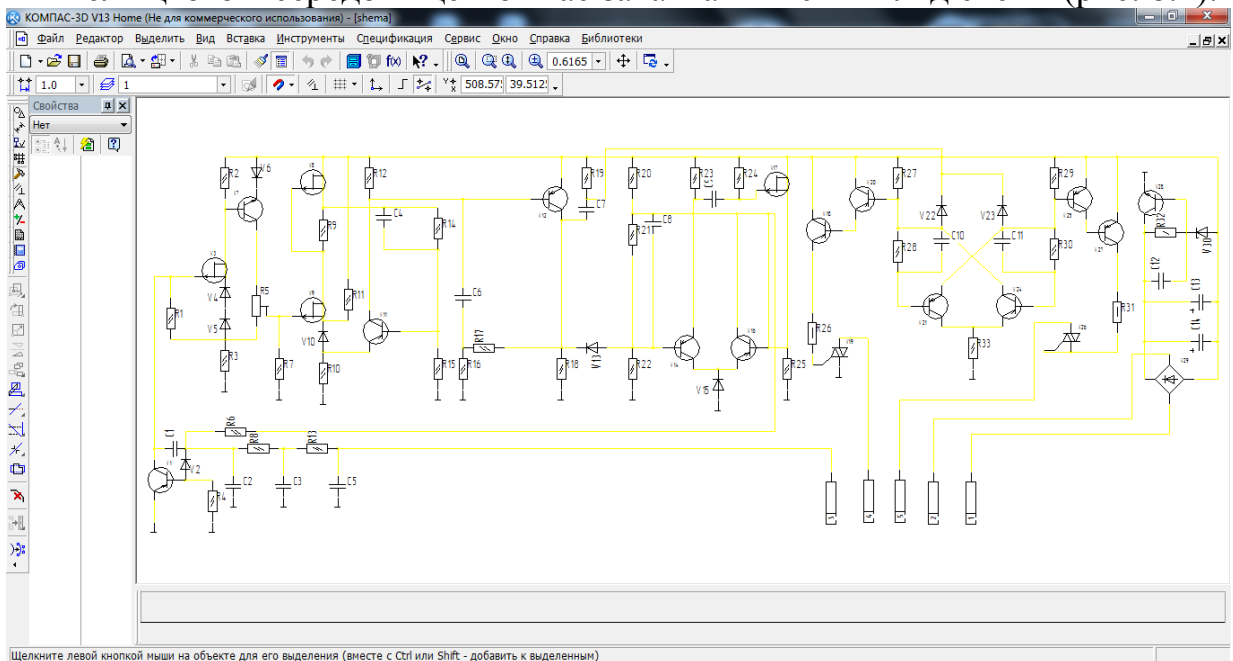
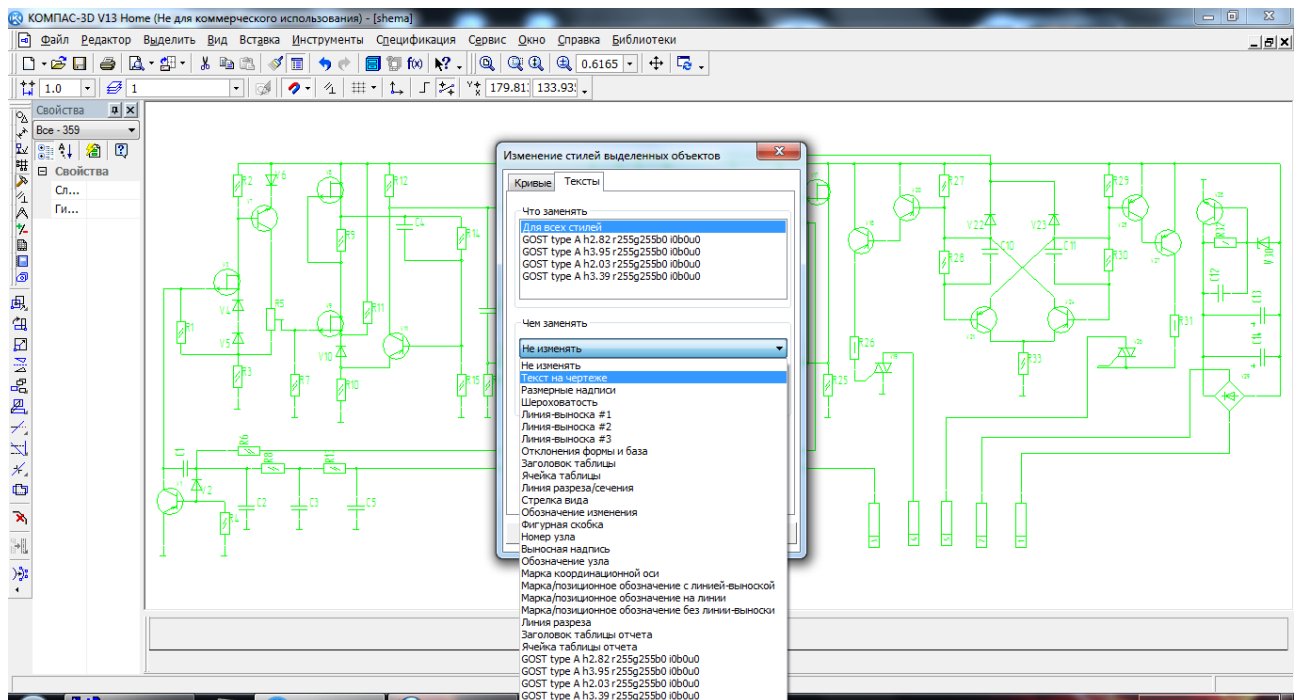

Рисунок 8.4. Вигляд завантаженої в середовище Компас схеми електричної принципової
Рисунок 8.6. Зміна стилів текстів
Після цього в середовище Компас завантажиться вигляд схеми (рис. 8.4).
В опції Тексты необхідно вибрати стиль «Текст на чертеже» (рис. 8.6).
4. Налаштувати вигляд схеми (див. рис. 8.4 –рис. 8.6) стилі ліній та текстів